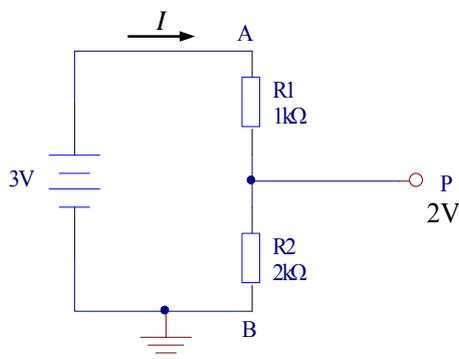

图 1-5 电阻改变电压
**【例 1.1】** 改变电压：分析一下图 1-5 所示电路中，电路节点 P 的电压是多少。
图 1-5 所示电路中，电阻 R1、R2 串联，电流 I 从 3V 电源正极流出，从节点 A 流向 P 点，继而流经 B 点后回到电源负极。接地符号  $\equiv$  定义电源负极（也就是节点 B）为电势零点，于是 B 点电压  $V_B=0V$ 。因电源为 3V，得 A 点电压  $V_A=3V$ 。根据欧姆定律，可计算电路的干路电流  $I = \frac{V}{R} = \frac{V_A}{R_1 + R_2} = \frac{3V}{1k\Omega + 2k\Omega} = 1mA$ ，则 P 点电压  $V_p = IR_2 = 1mA \times 2k\Omega = 2V$ 。